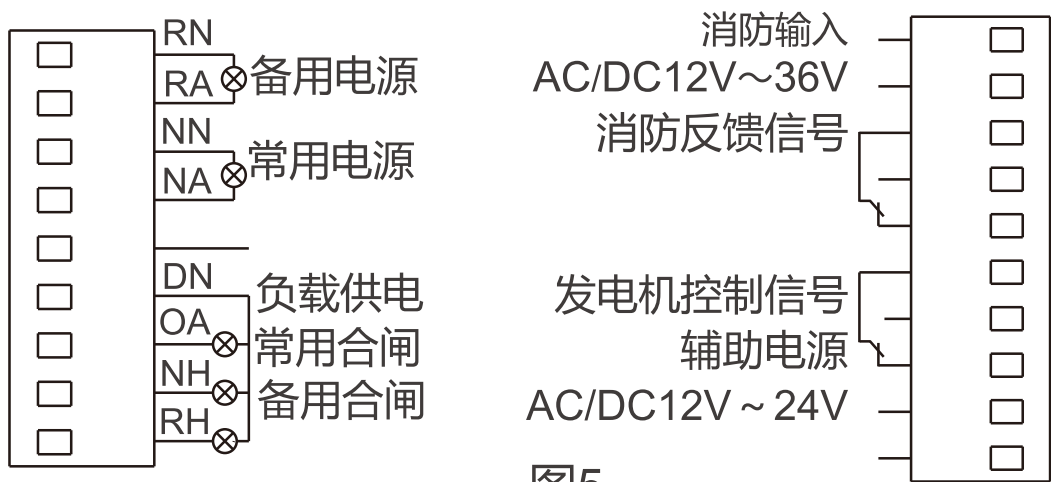

图5
6.3.2 智能型输出端子接接线示意图见图5（注：左侧端口有源）